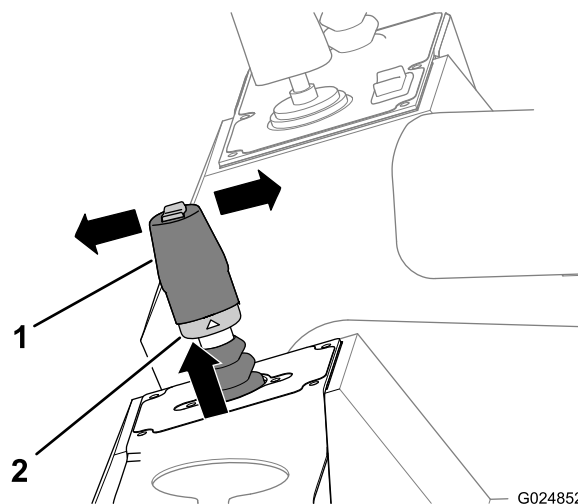

Bild 42
2. Heben Sie den Arretierring an, der sich unten am Joystickgriff befindet (Bild 42).
- Bewegen Sie den Hebel nach vorne (zur Front der Maschine), um mit der Maschine vorwärtszufahren (Bild 42).
- Bewegen Sie den Hebel nach hinten (zum Heck der Maschine), um mit der Maschine rückwärtszufahren (Bild 42).
4. Lassen Sie den Arretierring und den Hebel los (Bild 42).
5. Stellen Sie den Hebel wieder in die Neutral-Stellung, um die Maschine anzuhalten (Bild 42).